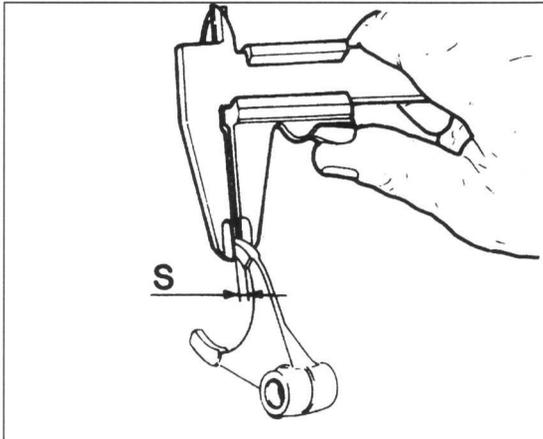
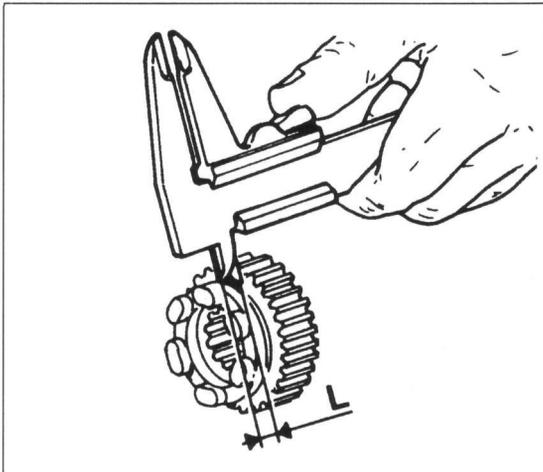

Bild 205
Bild 206
- Falls Spiel aus Toleranz, Schaltgabeldicke (Bild 205) und Laufriellenbreite messen (Bild 206). Gegebenenfalls Schaltgabel, betreffendes Zahnrad oder beide ersetzen. Sollwert Laufrielle 4,070 - 4,185 mm. Sollwert Schaltgabeldicke 3,90 - 4,00 mm.